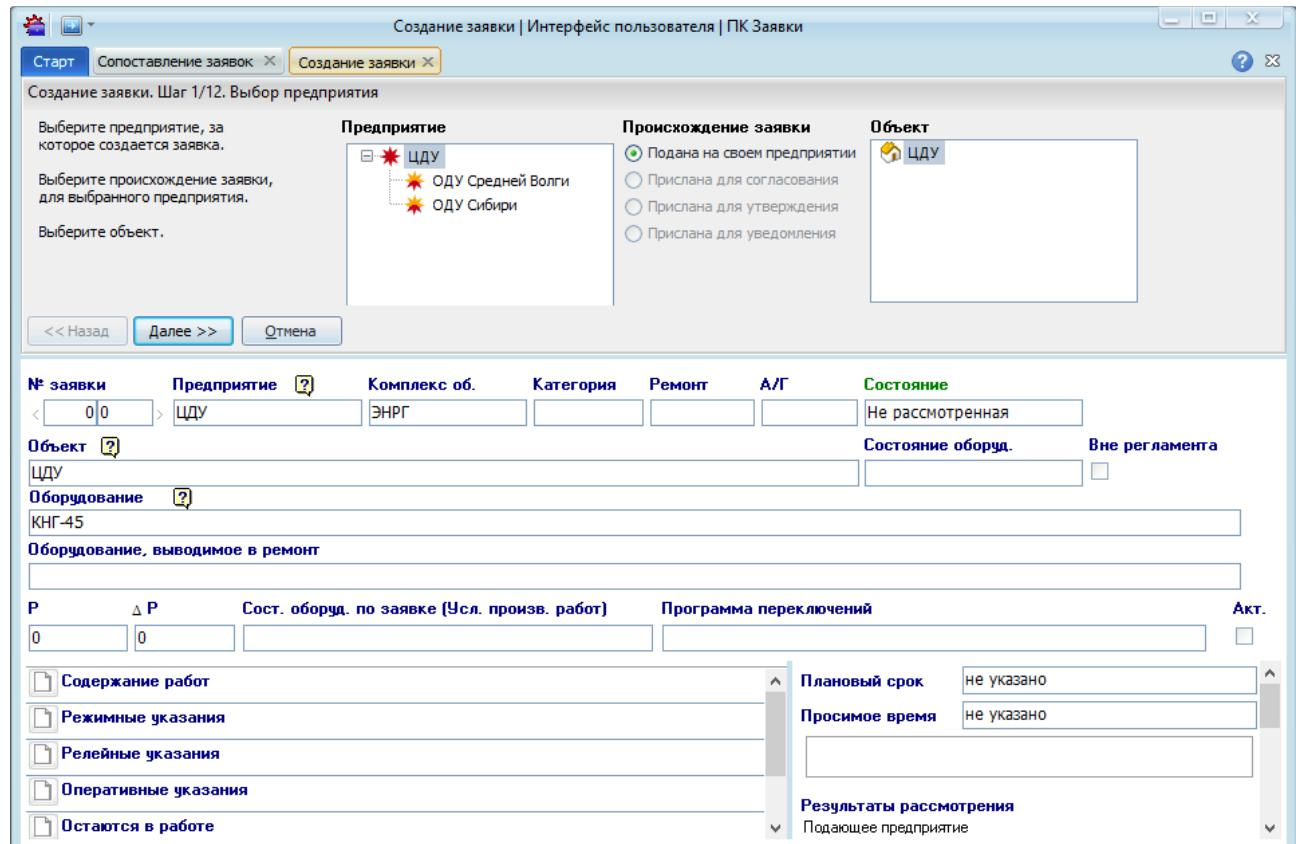

Рисунок 14.12 – Создание заявки на основании плановой ремонтной
- «Шаг 1/12. Выбор предприятия» Мастера создания заявки (Рисунок 14.12).